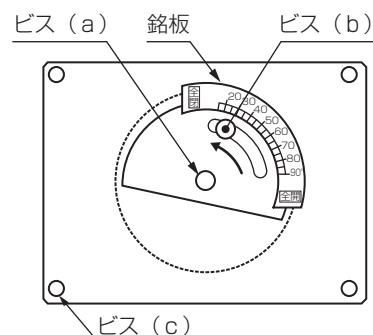

図3：25度に調整した場合
- ④万一、振動燃焼が発生した場合、ビス (a)、(b) を緩め、ビス (b) の位置を反時計回りの方向にスライドさせます (図3)。